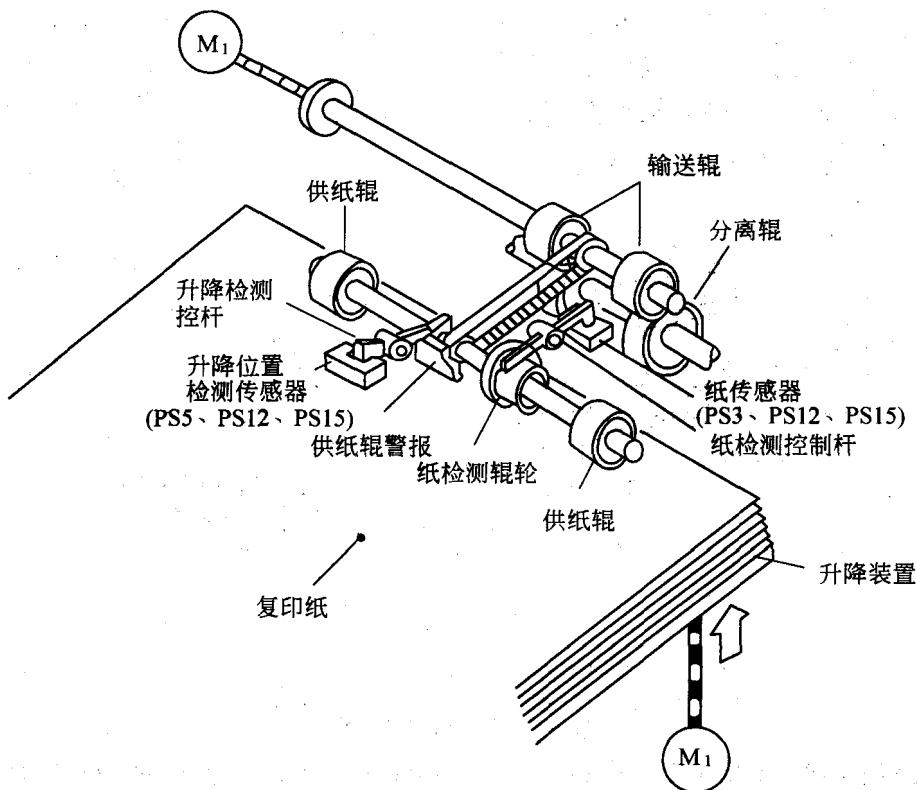

图 1-6 自动供纸系统
1)供纸装置。供纸装置有自动供纸和手动供纸两种方式。自动供纸装置结构示意图如图 1-6 所示,由复印纸盒、搓纸机构、定位机构和机械传动装置等组成,复印时自动地将复印纸送入复印机内。手动送纸时将一张复印纸送入手动供纸装置,纸传感器被触发,加纸指示灯熄灭,主控制电路使手动送纸的电磁铁吸合,降下手动输纸压辊,把纸压在转动的送纸辊上,将纸送入定位辊处,使复印机进入复印状态。